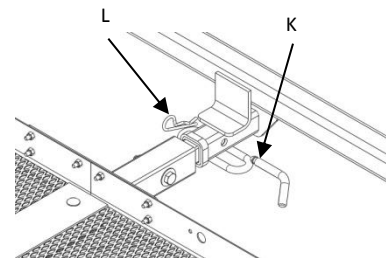

Fig 5
- Glissez l'adaptateur du plateau de rangement dans l'attelage de façon à aligner leurs trous respectifs. Insérez le pivot d'attelage de 1/2" et maintenez-le avec l'attache (Fig 5).